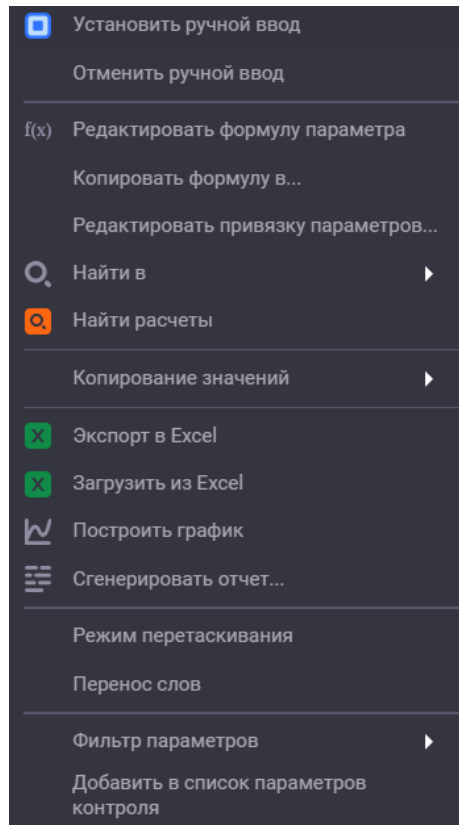

Рис. 4 – Контекстное меню
1. **Контекстное меню** – содержит набор функций, который зависит от элемента, на котором было вызвано меню (Рис. 4).